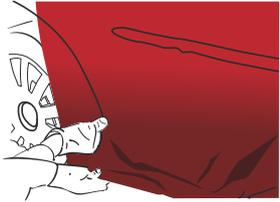

Abbildung 09
- › Die Folie mit dem Finger oder mit der mit Wollfilz überzogenen Kunststoffrakel auf den erhabenen Stellen anbringen. (Abb. 09)